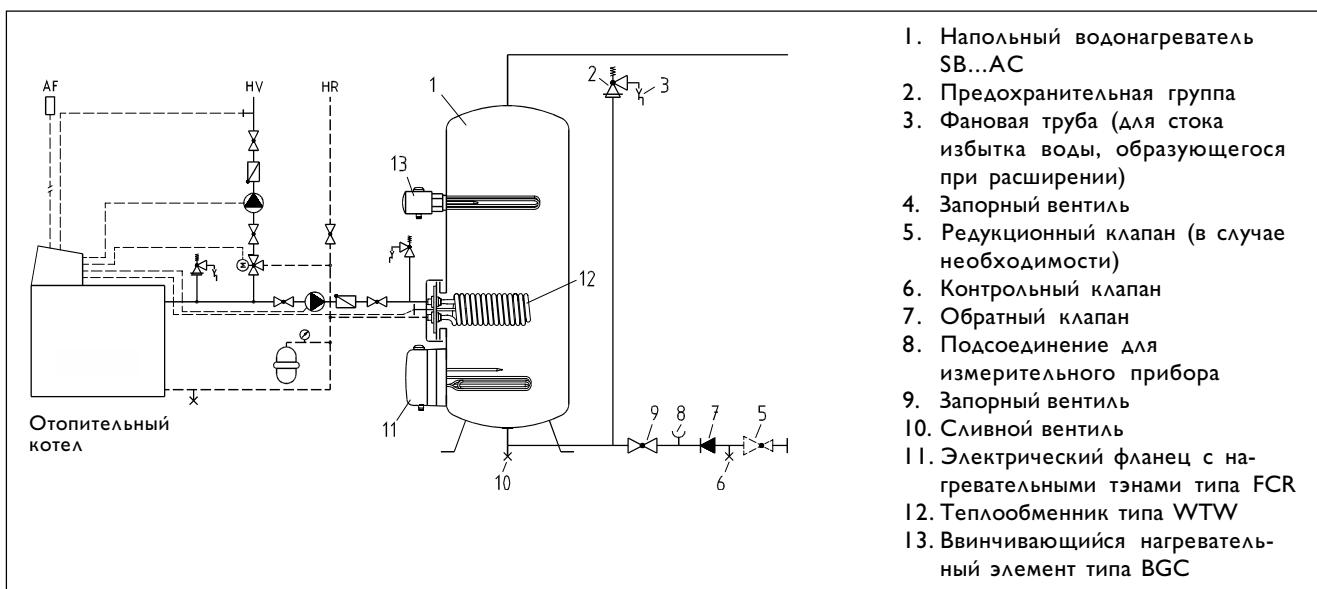

Рис. 4
Модель SB 302, 402 AC следует оснастить теплоизоляцией толщиной 50 мм. Для моделей SB 602, 1002 AC поставляется теплоизоляция марки WD, которая устанавливается во время монтажа прибора (номер заказа см. в разделе "Комплектующие"). Во время нагрева из предохранительного клапана (рис.4, поз.2) капает избыток воды, образующийся из-за расширенная воды при нагреве водонагревателя. Это является необходимой мерой предосторожности.
- Арматуру монтировать согласно рис.4